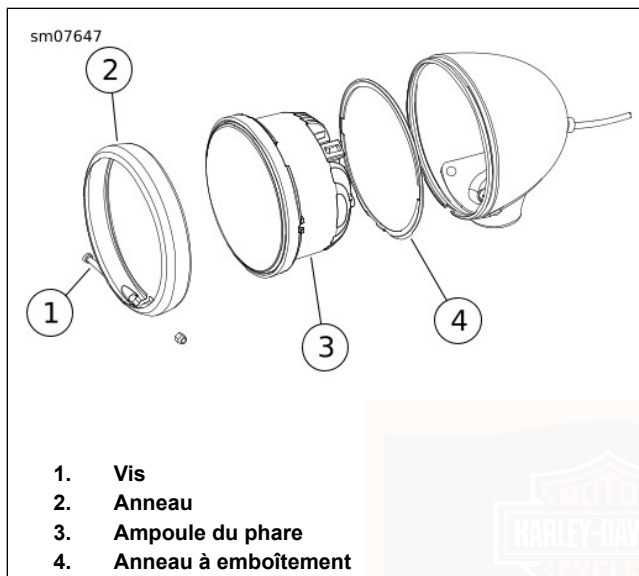

Figure 84. Ensemble de phare
1. Voir Figure 84. Déposer la vis (1). Retirer l'anneau de garniture (2) du boîtier d'ampoule.
1. Voir Figure 84. Placer l'anneau à emboîtement (4) sur l'arrière de la nouvelle ampoule (3) avec la languette d'indexage orientée du côté opposé à l'ampoule.